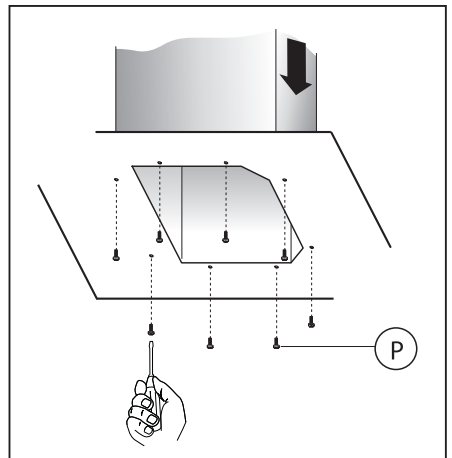

Fig.14 / 14. attēls
- Fastgør om nødvendigt den nederste emhætteafdækning ved hjælp af skruerne **P** (Fig.14). Sørg for til sidst at genanbringe filterne i emhætten igen.